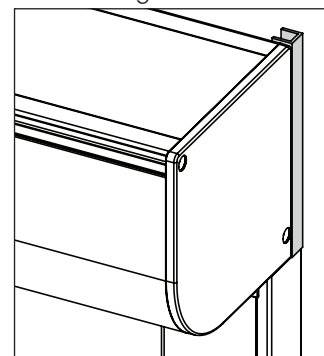

Fig. 34: Profilé en U - hauteur
- Un écartement de 10 mm entre l'arrière du caisson et le « mur » est créée par montage de l'étrier ou par montage des coulisses à clipser 829/855/839/865. (voir aussi fig. 34)
B. Profilé en U - hauteur verticale (fig. 34).